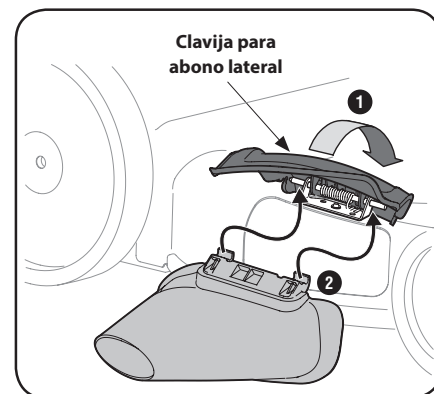

Figura 3-5
1. En el costado de la cortadora, levante el adaptador para abono lateral. Consulte la Figura 3-5.